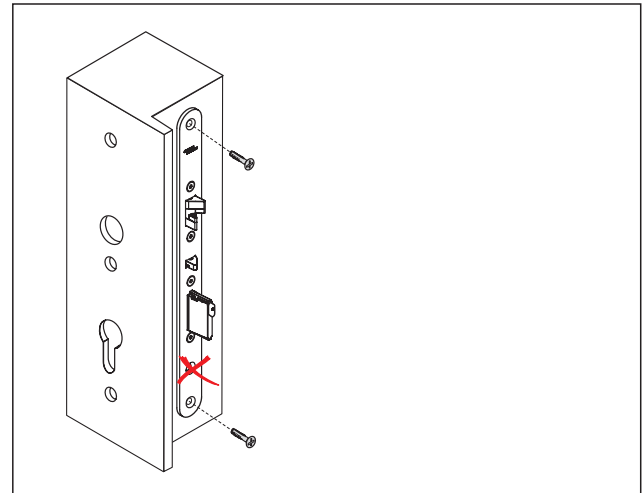

Fig. 23 Screw door lock tight
4. Screw the door lock tight (Fig. 23).